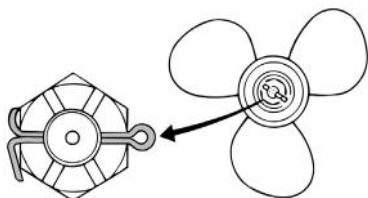

Рис. 60 Шплинт фиксации гайки
1. Используя пассатижи или аналогичный инструмент выпрямите концы шплинта и вытяните шплинт из вала гребного винта (Рис. 60).
4. Зафиксируйте гайку гребного винта с помощью шплинта 6 (Рис. 60), концы шплинта разогните.